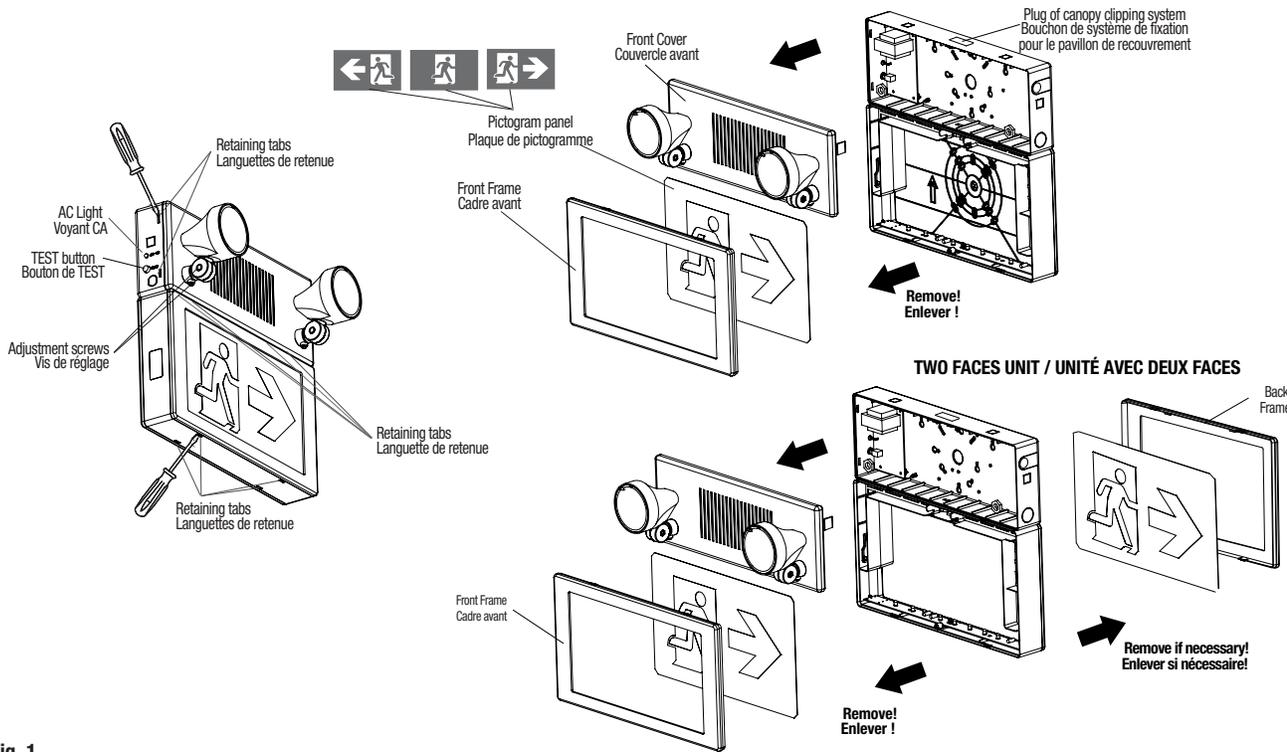
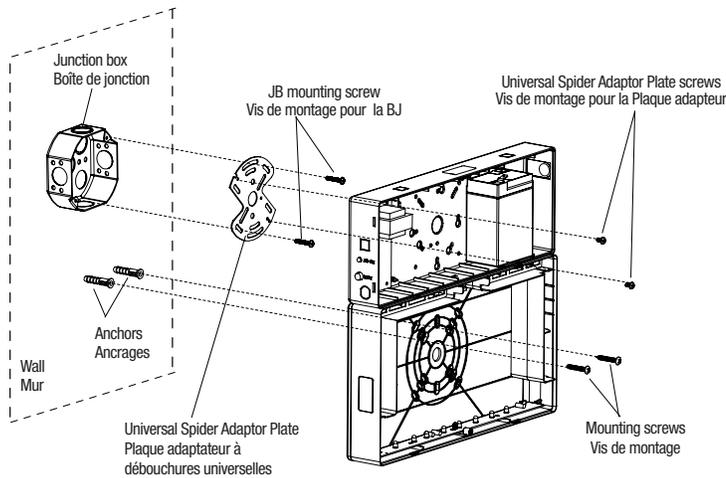
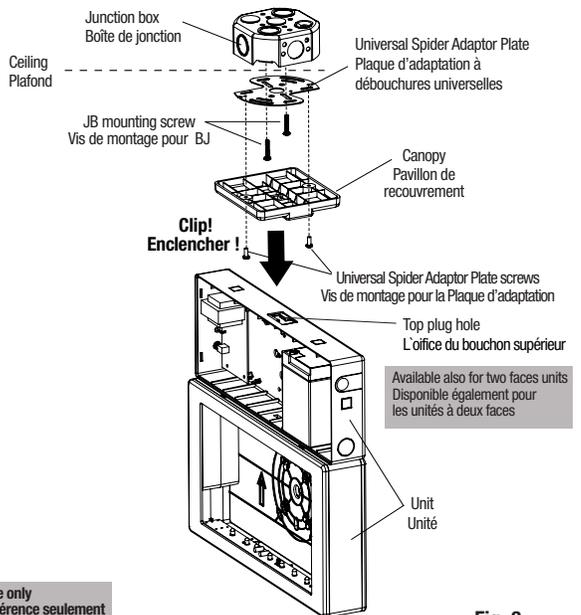

Fig. 1
Fig. 2
Fig. 3
INSTALLATION (Fig. 2 or Fig.3)
3. Remove the front cover, the front frame and the pictogram panel by using a blade screwdriver to unclip the retaining tabs (see Fig. 1). **NOTE:** If a double face is required, remove the backplate and install the second frame and the appropriate faceplate "RUNNING MAN" fiber by choosing the right orientation (see Fig. 1).
- 7a. For wall mount, mount the upper housing securely into place on the junction box, using the four screws and the Universal spider adaptor plate. Use additional two screws to fix the bottom housing on the wall as shown in Fig. 2. If the unit isn't installed on a junction box, mount it securely on the wall using the appropriate screws and anchors.
- 7b. For ceiling mount, mount the canopy into place on the junction box, using the four (4) screws and the Universal spider adaptor plate.
8. Slide the appropriate faceplate "RUNNING MAN" fiber into the unit frame (Fig.1) by choosing the right orientation.
10. Set the lamps directions on the required positions by using the adjustment screws (Fig. 1)
INSTALLATION (Fig. 2 ou Fig. 3)
3. Retirer le couvercle avant, le cadre avant et le panneau du pictogramme à l'aide d'un tournevis plat en détachant les languettes de retenue (voir la Fig.1). **NOTE:** Si une double face est nécessaire, retirer la plaque arrière et installer le deuxième cadre et le panneau du pictogramme "RUNNING MAN" en choisissant la bonne orientation (voir Fig. 1).
- 7a. Monter le boîtier supérieur de façon sécuritaire en place sur la boîte de jonction en utilisant les quatre (4) vis et la plaque d'adaptation à débouchures universelles. Utiliser deux vis supplémentaires pour fixer le boîtier inférieur sur le mur comme indiqué sur la Fig. 2. Si l'unité n'est pas installée sur une boîte de jonction, fixez-la solidement au mur à l'aide des vis et des ancrages appropriés.
- 7b. Monter le pavillon de recouvrement en place sur boîte de jonction dans le plafond en utilisant les quatre (4) vis et la plaque d'adaptation à débouchures universelles.
8. Glisser le panneau du pictogramme approprié "RUNNING MAN" dans le cadre de l'enseigne (Fig. 1) en choisissant la bonne orientation.